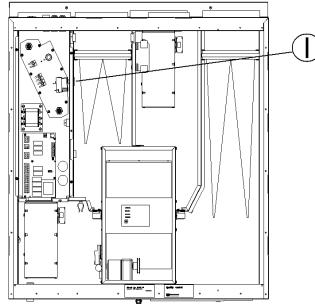

Fig. 7
N FEILSØKING (Fig. 7)
- Kontroller om branntermostat er slått ut. Resettes med trykk på rød bryter "I" i aggregatet (fig 7).
S FELSÖKNING (Fig. 7)
- Kontrollera om brandtermostat har löst ut. Återställ genom att trycka in röd knapp "I" i aggregatet (fig 7).
D**FEHLERSUCHE (Fig. 7)**
- Prüfen Sie, ob der Brandschutzthermostat ausgelöst hat. Wenn ja drücken Sie Taste "I" im Gerät (fig 7).
6. Störung**GB****TROUBLESHOOTING (Fig. 7)**
- Check if fire thermostat is still alert. If necessary, reset by pressing the red button "I" in the unit (fig 7).